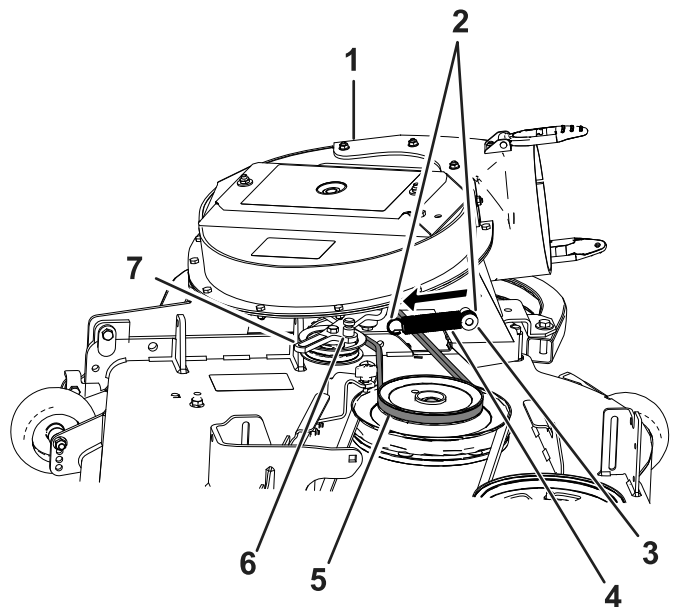

Figura 38
2. Enrute la correa provisionalmente por debajo de la polea motriz (Figura 38).
3. Mueva el soporte de la polea tensora hacia el anclaje fijo del muelle, e instale el muelle colocando el gancho del muelle en el anclaje del muelle (Figura 38).
4. Aleje la polea tensora con muelle del anclaje fijo del muelle, y enrute la correa alrededor de la polea motriz (Figura 38).